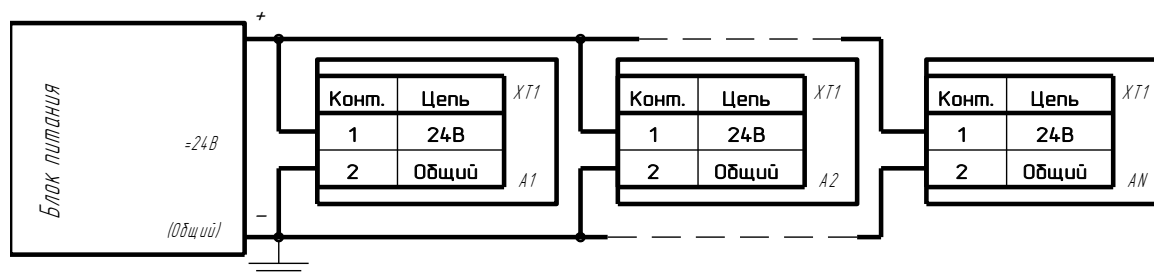

Рис.5. Схема подключения ДРДЭ к источнику тока.
7.4. Кабели подключения реле к внешним цепям должны быть выполнены из многожильных медных проводов с сечением 0,35 – 0,75 мм². Вариант подключения питания показан на рис.5. При питании реле от источника постоянного тока 24В к контакту 1 колодки ХТ 1 необходимо подвести плюс 24В, а к контакту 2 колодки ХТ 1 – минус 24В (общий провод).